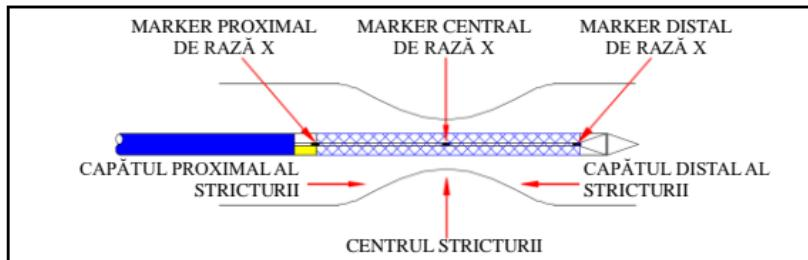

Figura 4
- Atunci când markerul central de raze X ajunge în centrul stricturii ţintă, continuați să trageți înapoia conectorul în formă de până când stentul este complet instalat. (A se vede figura 4, 5)
- Atunci când markerul central de raze X ajunge în centrul stricturii ţintă, continuați să înaintați către conector până când stentul este complet instalat. (A se vede figura 4, 6)